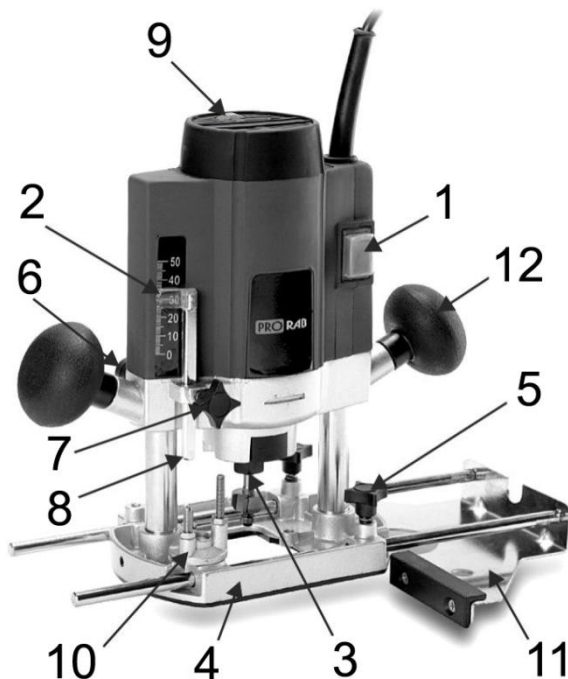

Рис. 1
- **Для включения** фрезера нажмите пусковую клавишу (1)(См. Рис.1).
- Регулятор управления скоростью хода (9)(См. Рис.1) применяется, чтобы установить требуемую скорость вращения режущей фрезы.